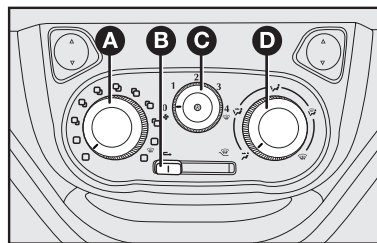

fig. 38
COMANDOS - fig. 38
1) Mando para la temperatura del aire **A-fig. 38** totalmente posicionado a la izquierda.
2) Cursor del ventilador **C-fig. 38**: posicionado en la velocidad máxima.
3) Mando para la distribución del aire **D-fig. 38** indicador en , para controlar que todas las salidas de aire estén abiertas.
4) Conecte el aire acondicionado abriendo el selector **C-fig. 38**.
El aire acondicionado es muy útil para acelerar el desempañamiento, pues deshumidifica el aire. Para desempañar el lado interno del parabrisas, active el aire acondicionado, apretando el selector **C-fig. 38**.
1) Aire acondicionado activado: selector **C-fig. 38**.